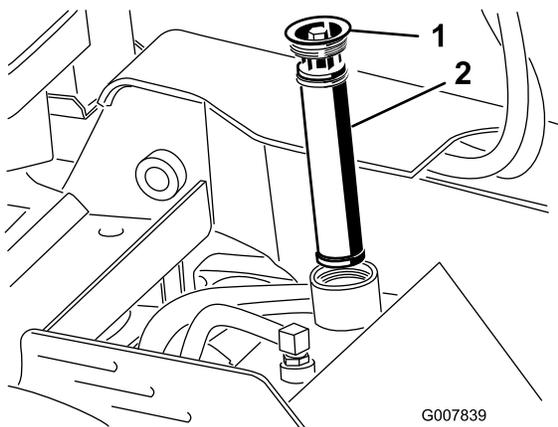

Figura 58
4. Retire y deseche el filtro usado (Figura 58).
5. Instale el filtro hidráulico de sustitución y el tapón de llenado (Figura 58) y apriete el perno del tapón a entre 13 y 15,5 N·m.
5. Retire el tapón de llenado del depósito hidráulico y el filtro (Figura 58).
10. Instale el filtro hidráulico y el tapón de llenado (Figura 58) y apriete el perno del tapón a entre 13 y 15,5 N·m.